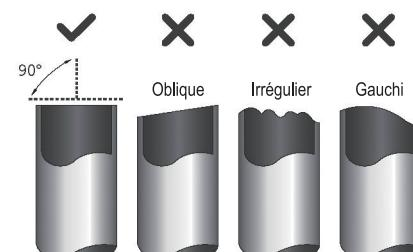

Fig. 6.1
- Assurez-vous que le tuyau est parfaitement coupé à un angle de 90°. Reportez-vous à la Fig. 6.1 pour obtenir des exemples de mauvaises découpes.